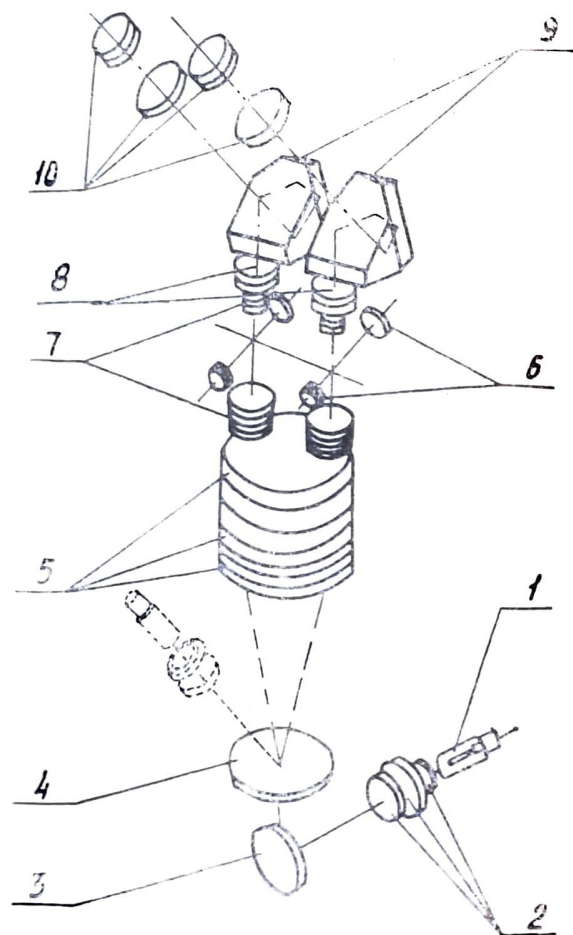
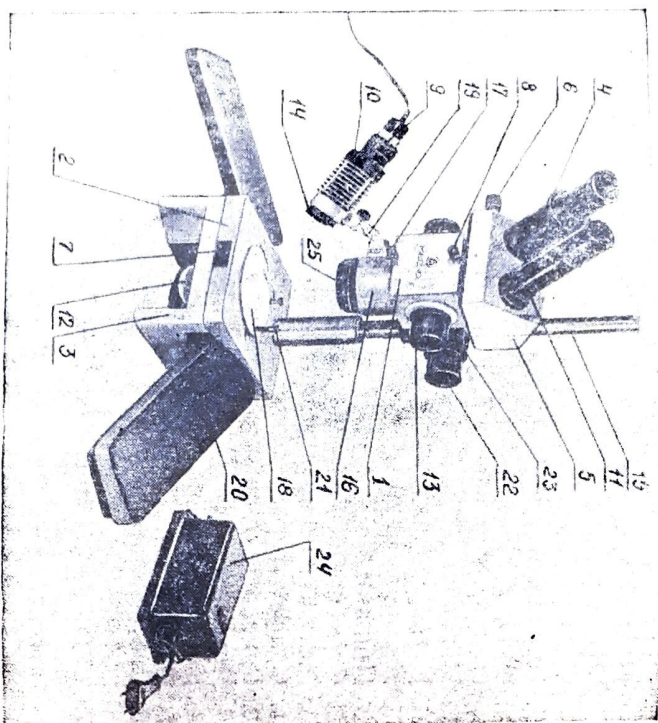
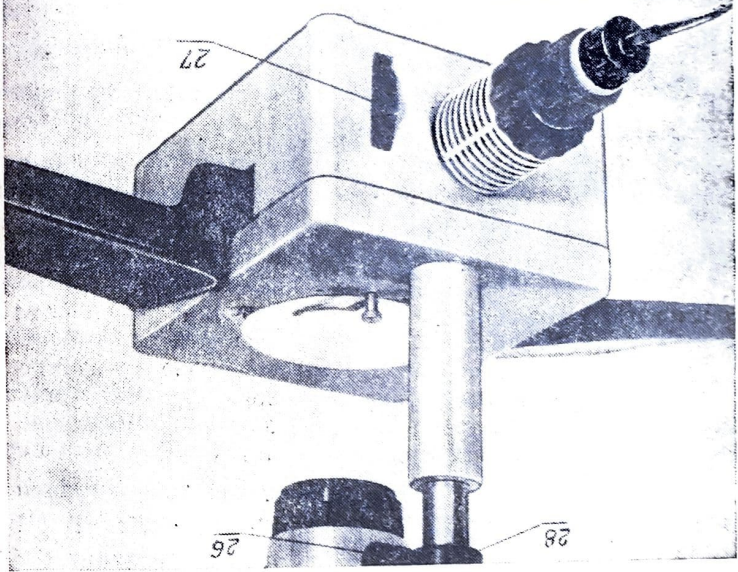

Рис. 1
Рис. 2
Рис. 3
Оптическая схема микроскопа показана на рис. 1.
Общий вид микроскопа показан на рис. 2. Микроскоп состоит из следующих основных частей:
В корпусе головки помещен барабан с установленными в нем системами Галилея. При вращении рукояток 13 (рис. 2), которые крепятся на оси барабана, происходит смена увеличений. Округленные значения увеличений объективной части микроскопа нанесены на рукоятках 13 (7, 4, 2, 1 и 0,6 крат).
Для того, чтобы установить нужное увеличение, следует совместить цифру на рукоятке с индексом на кольце. Каждое из шести положений барабана фиксируется пружинным фиксатором. При смене увеличений перефокусировка микроскопа не требуется. К корпусу прибора с помощью байонета крепится объектив $f' = 90$ мм поз. 16 (рис. 2). Фокусация объектива осуществляется винтом 17.
В бинокулярной насадке 5 (рис. 2) установлены объективы 8 (рис. 1) и призмы Шмидта 9 (рис. 1).
Изменение межзрачкового расстояния от 56 до 72 мм осуществляется за счет поворота призм Шмидта 9 во взаимно противоположном направлении с помощью винтового механизма, приводимого в движение рукояткой 6 (рис. 2).
Сменные окуляры устанавливаются в окулярные трубки, как показано на рис. 2.
На столе микроскопа 2 (рис. 2) на стойке 15 с помощью зажимного винта, который всегда должен быть надежно затянут, крепится оптическая головка микроскопа. Для предотвращения случайного отскакивания головки микроскопа и удобства настройки освещенности в правой и левой ветвях микроскопа на стойке предусмотрен хомут 28 (рис. 3), крепящийся в нужном положении с помощью вин-
та 26 (рис. 3). В верхней стенке стола имеется круглое окно, в которое устанавливается пластина для преапарата 18, два отверстия для прижимов 21 и три отверстия для установки преапаратоводителя СТ-12, который в комплект прибора не входит, а приобретается отдельно.
открытой стенке основания стола. В основании стола имеется поворотное зеркало 12 с ручкатыкой вращения 27 (рис. 3). В задней стенке основания стола имеется свет, внутри основания стола смонтирован рефлектор для использования лампы с патроном без конденсора. В боковых стенках основания стола имеются ниши с гнездами для установок подлокотников.
При работе в отраженном свете осветитель устанавливается в гнезде кронштейна 19 (рис. 2), который позволяет освещать объект под различными углами и с разных сторон. Фиксация осветителя в нужном положении осуществляется поворотом кольца 25. Для фиксации шарнирного кронштейна 19 под постоянным углом в комплект микроскопа предусмотрена фиксирующая планка, которая надевается на кронштейн следующим образом: отвинтить пластмассовые гайки и надеть планку имеющимися в ней специальными освобождающими на винты, стягивающие шарнир, так, чтобы она охватила шарнир с двух сторон. После этого плотно затянуть гайки.
Для обеспечения равномерного освещения объекта в конструкции осветителя предусмотрено регулировочное перемещение лампы относительно конденсора. Чтобы отрегулировать освещенность, надо направить пучок света на матовую поверхность, после чего слегка отвинтить гайку 10 (рис. 2) левой рукой, а правой, взявшись за втулку 9, осторожно перемещать лампу по отношению к конденсо-
- а) установить биноклярную насадку в гнездо байонета корпуса прибора и затянуть винт 8. При этом, если используется искусственный свет, биноклярная насадка 5 должна быть установлена, как показано на рис. 2, если естественное, то следует повернуть биноклярную насадку на 180°;
Сфокусировать микроскоп на объект, вращая окулятки 22 (рис. 2). Установить межзрачковое расстояние прибора в соответствии с базой глаза наблюдателя, вращая окулятку 6.